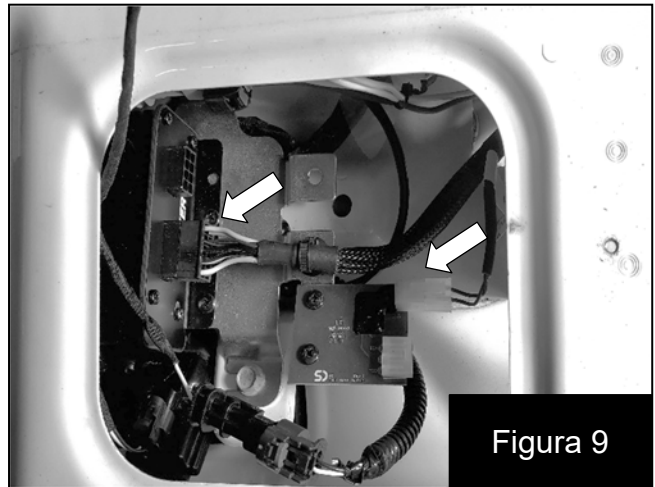

Figura 9
13. Conecte el arnés del amplificador al amplificador y a la placa de circuito. Figura 9